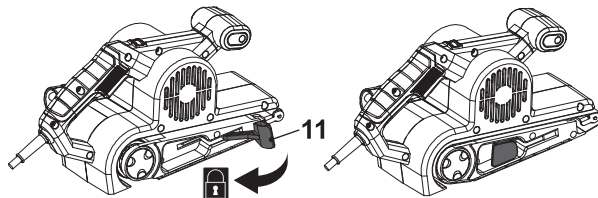

Fig. 3
3. Apăsați înapoi înăuntru clema de prindere (11). Trageți ușor banda de șlefuire (8) pentru a proba dacă stă la locul său în mod corespunzător (Fig. 3).